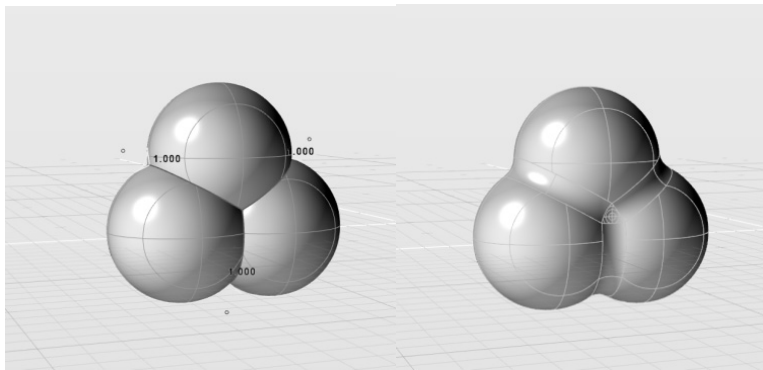

图 4-149 为所有边线位置插入倒圆角（左）以获得结果（右）
3) 激活“倒圆角”工具，当控制台提示“选择对象”时，选择刚刚创建的“布尔运算并集”对象，此时在该对象上出现亮蓝色的交界线，表示该位置可以插入倒角。随后控制台提示“单击要插入半径的边线”，框选整个“布尔并集运算”对象，为所有亮蓝色边线位置插入半径值。随后按〈Enter〉键或空格键，接受所有控制台提示的其他默认设置，获得倒圆角结果，如图 4-149 所示。